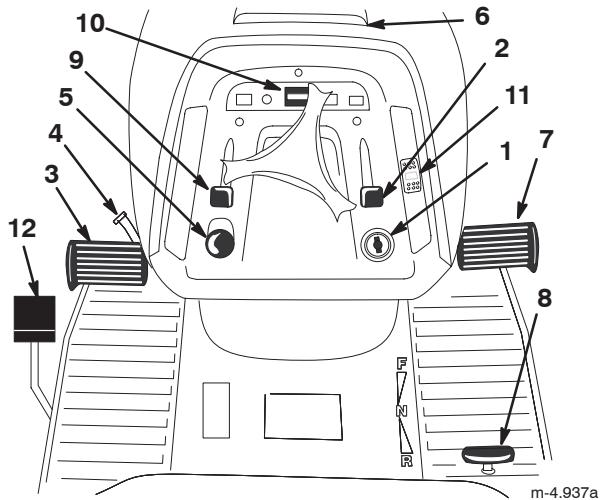

Figure 2
Avant de mettre le moteur en marche et d'utiliser le tracteur, familiarisez-vous avec toutes les commandes (Fig. 2).
- Appuyez sur la pédale de frein (Fig. 2) et maintenez-la enfoncée.
- Tournez le levier de frein de stationnement (Fig. 2) dans le sens anti-horaire et relâchez progressivement la pédale de frein.
1. Appuyez sur la pédale de frein (Fig. 2) et maintenez-la enfoncée.
2. Poussez la commande du régulateur de vitesse en position activé (Fig. 2).
Le compteur horaire se trouve sur le tableau de bord (Fig. 2) et indique le nombre total d'heures de fonctionnement du tracteur.